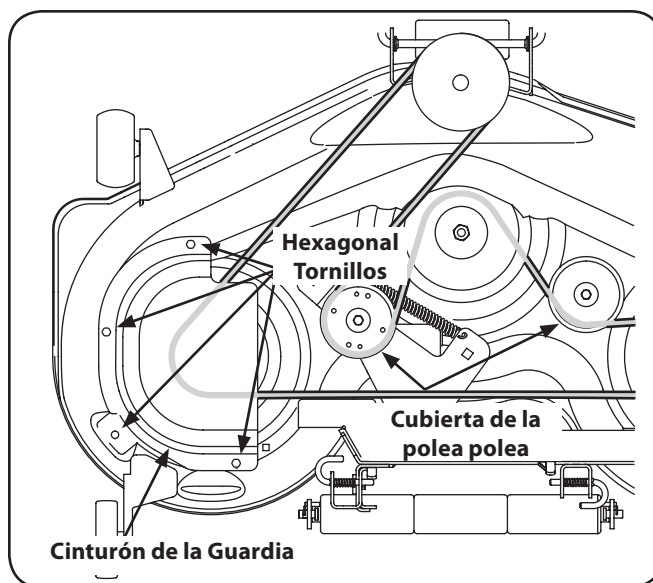

Figura 7-7
1. Quite los tornillos hexagonales cada protector de la correa como se muestra en Figura 7-7.
2. Quite a los protectores de la correa quitando los tornillos del maleficio que los sujetan a la cubierta. Vea Figura 7-7.